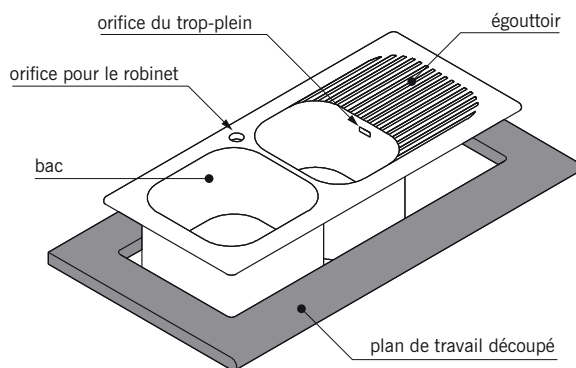

fig. 14.23
- **L'évier à encastrer** ou **évier encastrable** destiné à être insérer dans un plan de travail (fig. 14.23).